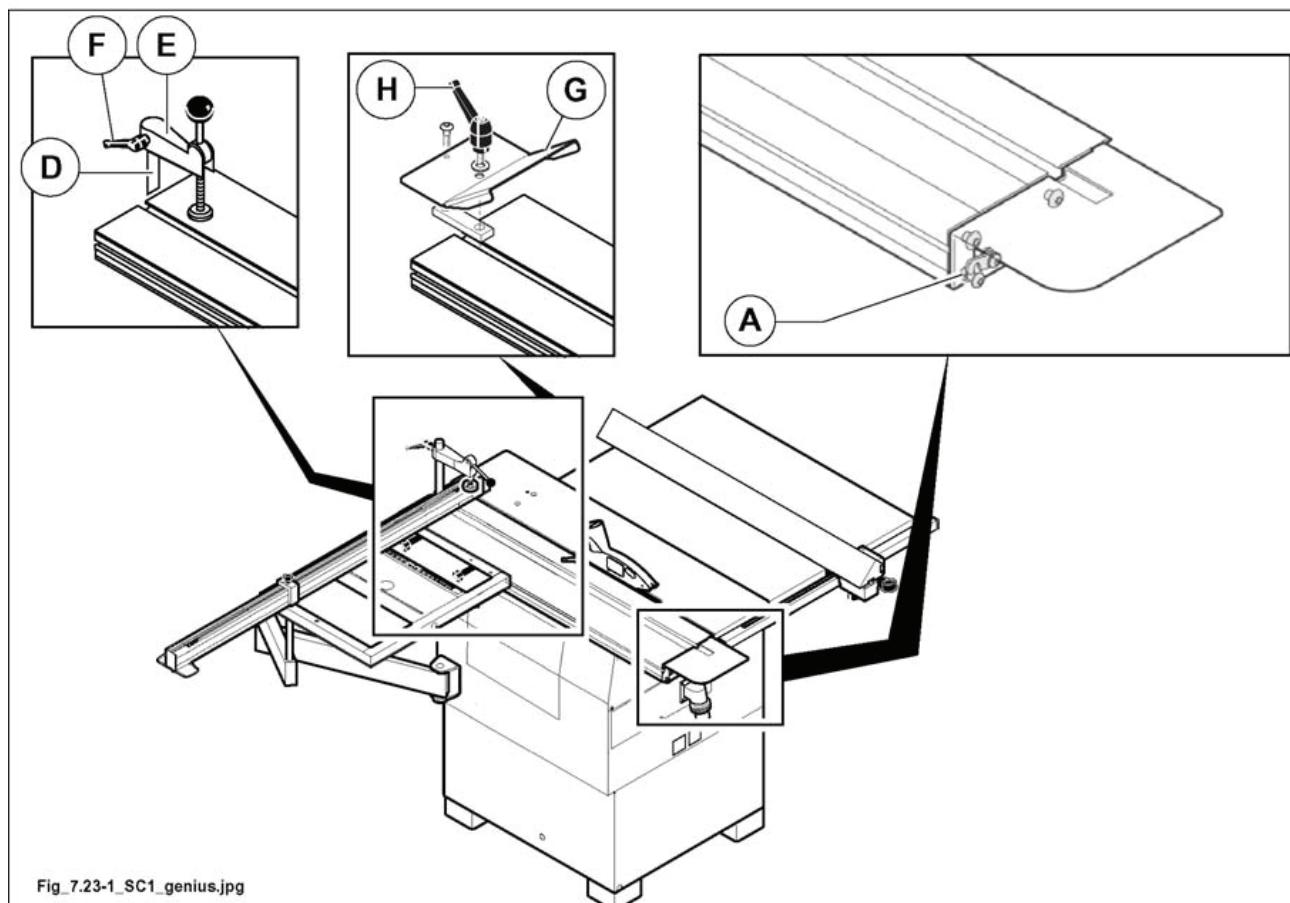

Рис. 7.23-1
Блокировка и разблокировка скольжения вагона управляется рычагом (A рис. 7.23-1):
- рычаг A (рис. 7.23-1) предназначен для блокировки каретки в положении покоя (закрытом).
- ввести направляющую планку колонны (D рис. 7.23-1) в паз вагона, ввести ручку в колонну (E рис. 7.23-1) и осановить в положении, зажав поручень (F рис. 7.23-1).
- Установить упор из черепицы (G рис. 7.23-1), вставив направляющую планку в паз вагона, зажать поручень (H рис. 7.23-1).
Исполнение устройства (G рис. 7.23-1) позволяет устанавливать точные упоры даже для деталей, имеющих неровную опорную поверхность.